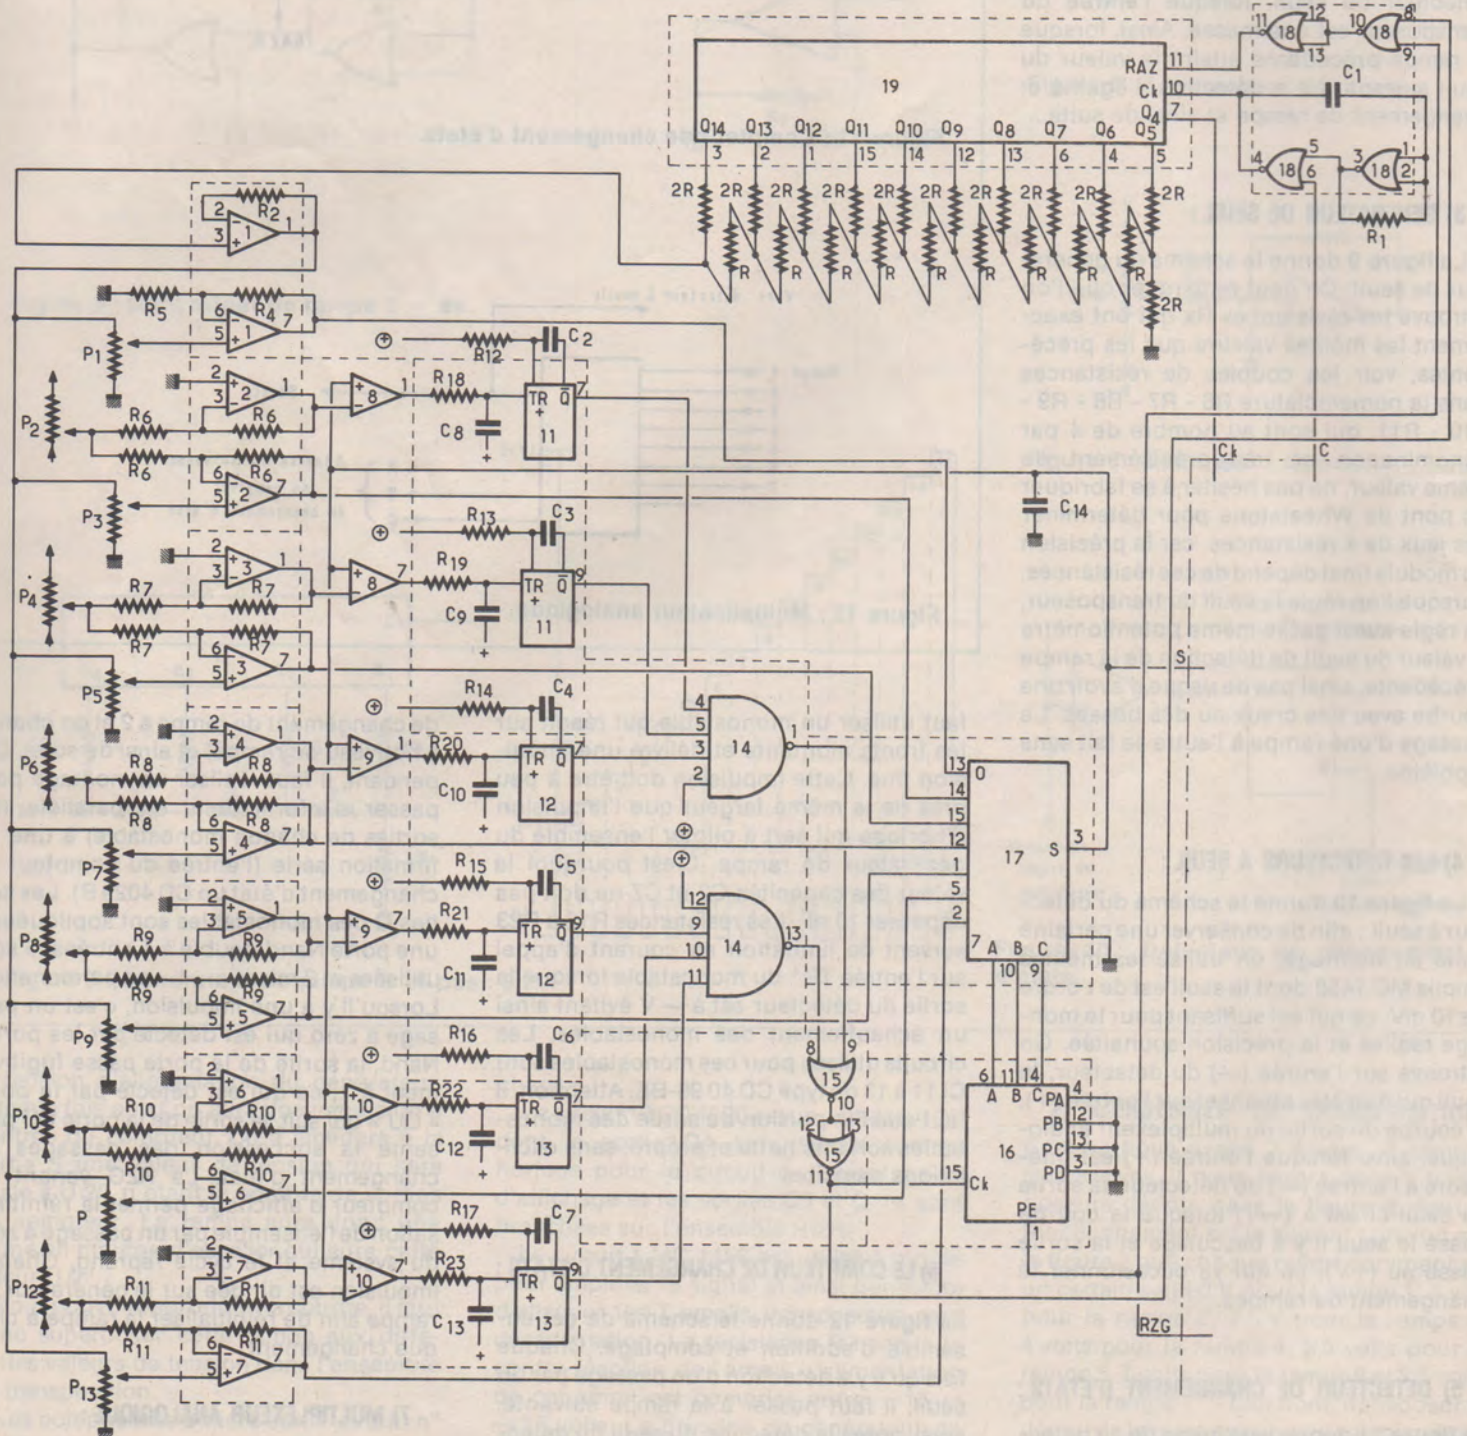
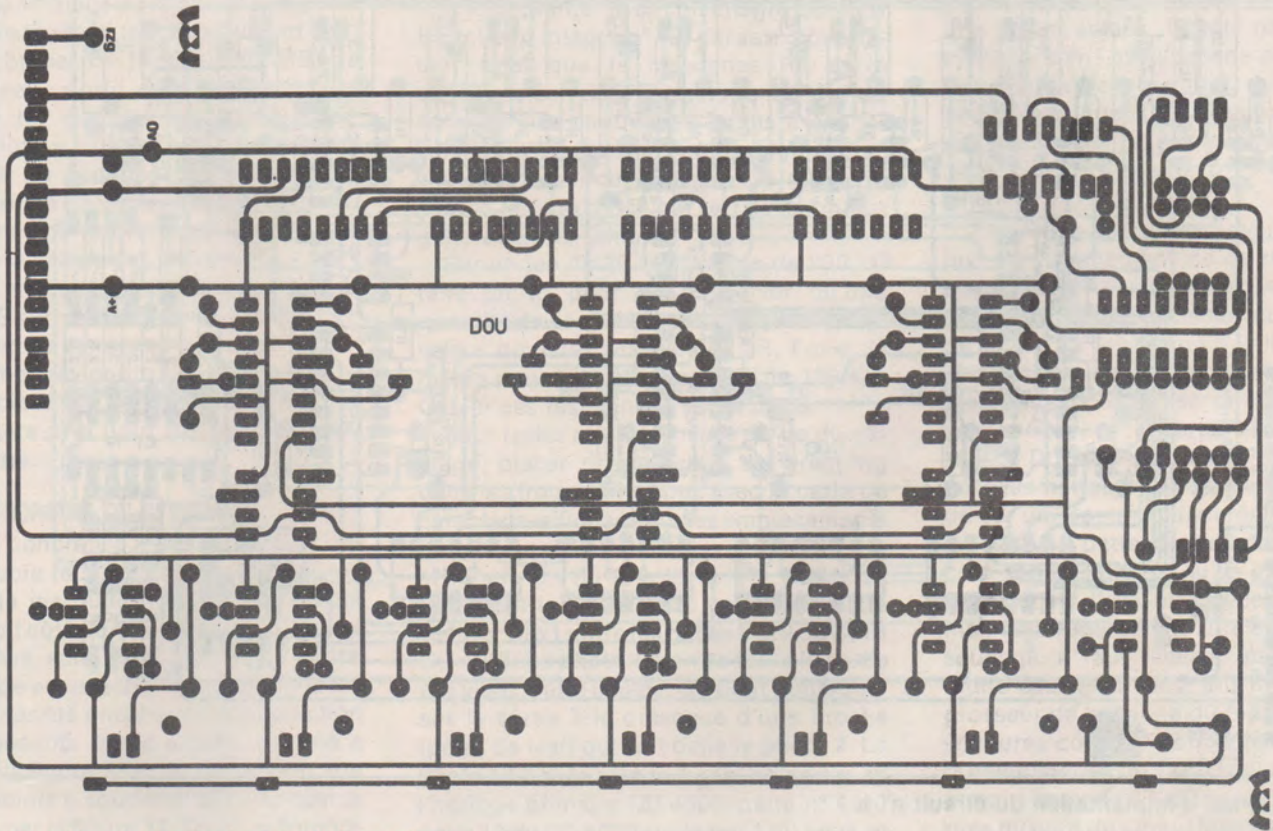
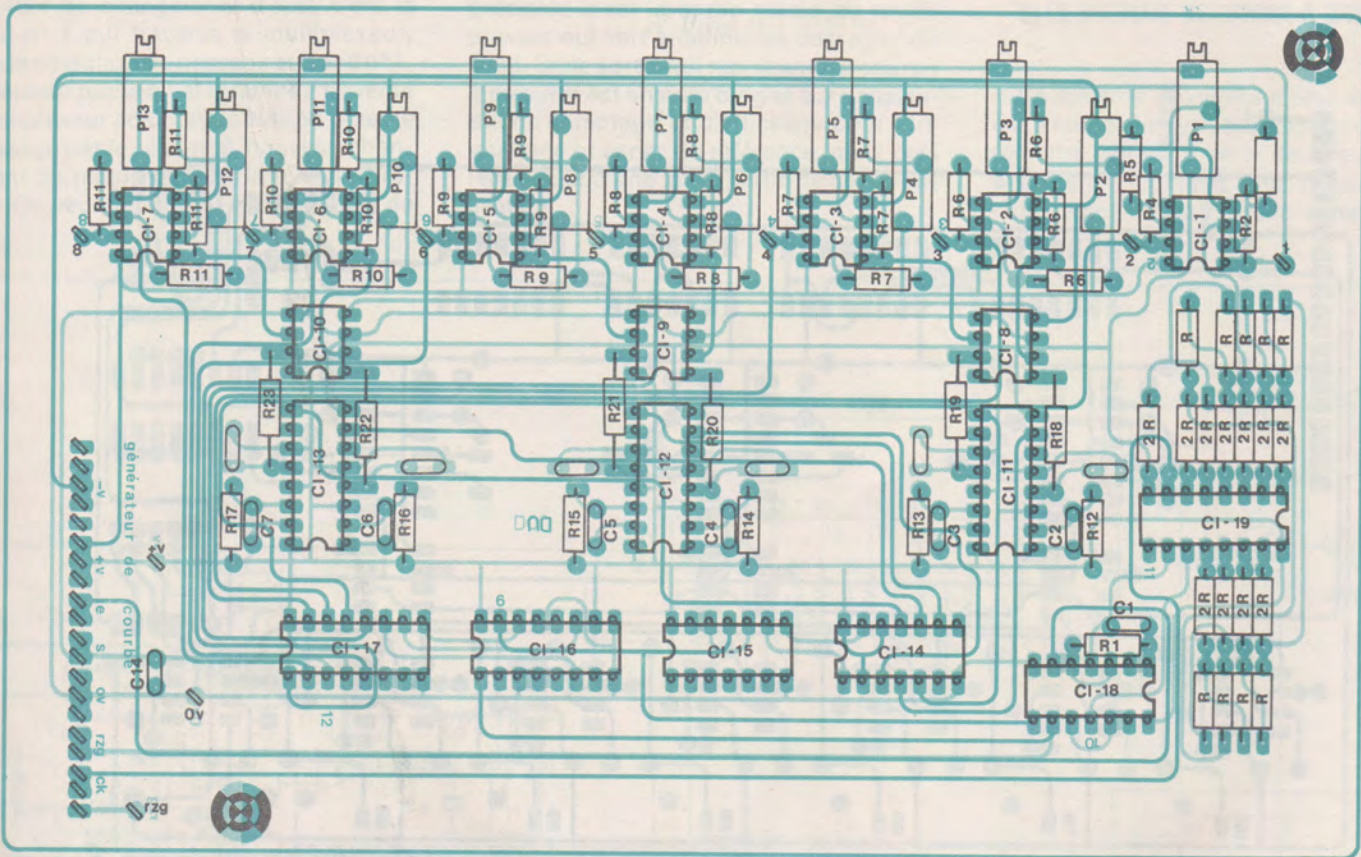
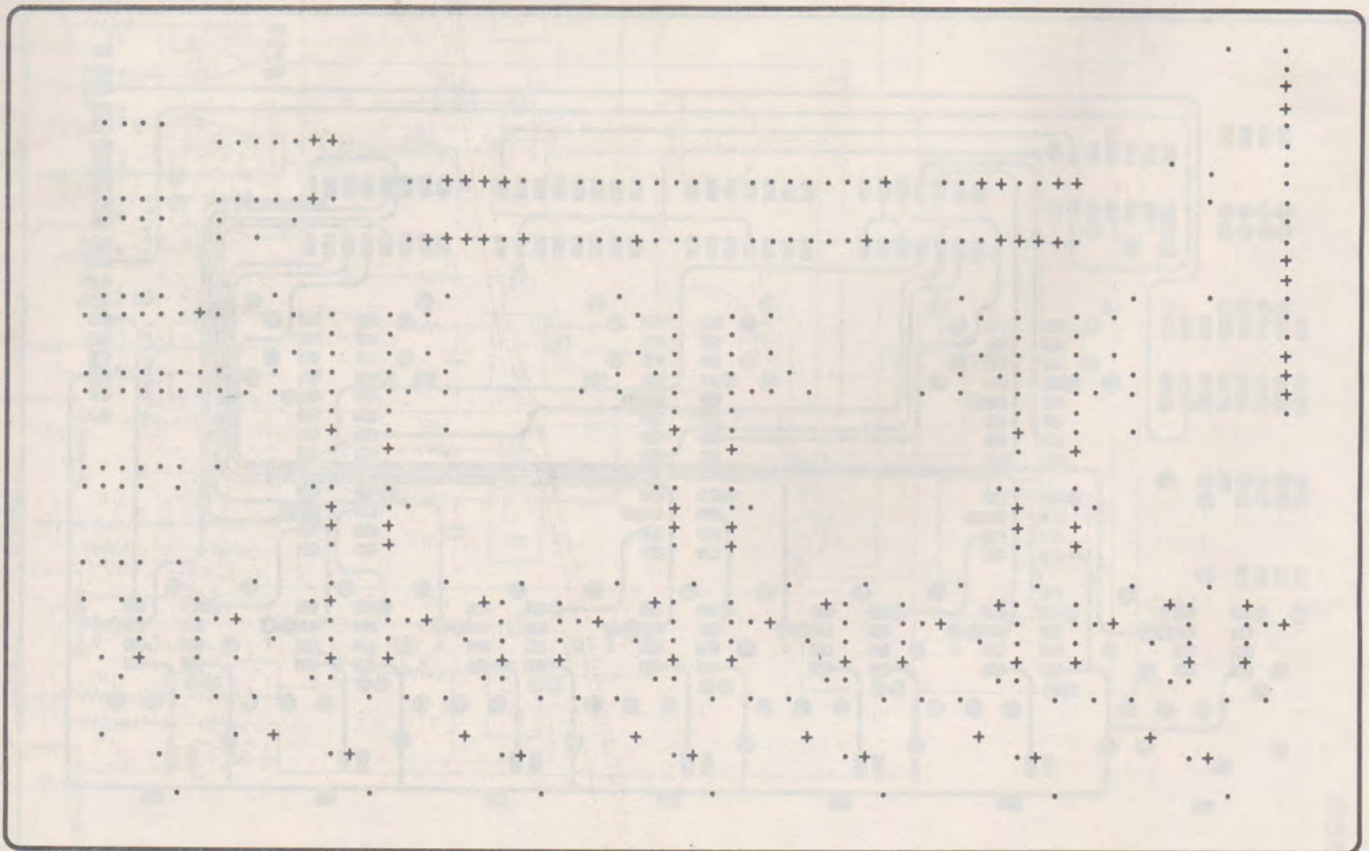

Figure 13 : Circuit imprimé n° 1 : schéma de principe (générateur de courbes à rampes successives).
Figure 14 : Circuit imprimé n° 1 côté soudures.
Figure 16 : Plan d'implantation du circuit n° 1.
Figure 17 : Plan de perçage du circuit 1 (+ liaison double face).
Il a été concrétisé dans un circuit imprimé double face, donné par les figures 14 et 15 le marquage DU veut dire côté dessus, soit côté composants, et DOU veut dire dessous, soit côté soudure. La figure 13 regroupe en un schéma unique tous les éléments décrits plus haut. La disposition des composants sur le circuit imprimé a été noté à la figure 16 et le plan de perçage avec les points à souder côté composants est donné par la figure 17. Tous les composants utilisés pour ce générateur de courbe ont été faciles à trouver. Le prix de revient de ce circuit n° 1 est d'environ 300 F, mais attention à la réalisation car il faudra beaucoup de soins et suivre la méthode décrite ci-après pour éviter les embûches du câblage d'un circuit double face dont les trous ne sont pas métallisés.
dans son emplacement (MC 1458). Souder les broches du CI n° 1 du côté DU comme indiqué à la **figure 17** qui regroupe à la fois le plan de perçage et les points à souder côté DU présentés par une croix (X). Mettre à son emplacement marqué 1 sur le circuit imprimé une broche de mini wrapping qui sera soudée des deux côtés du circuit imprimé (faire de même pour les points de test de 2 à 8). Au point de test n° 1 placer la sonde de l'oscilloscope et vérifier que l'on a l'image donnée par la **photo 5**. La **photo 6**